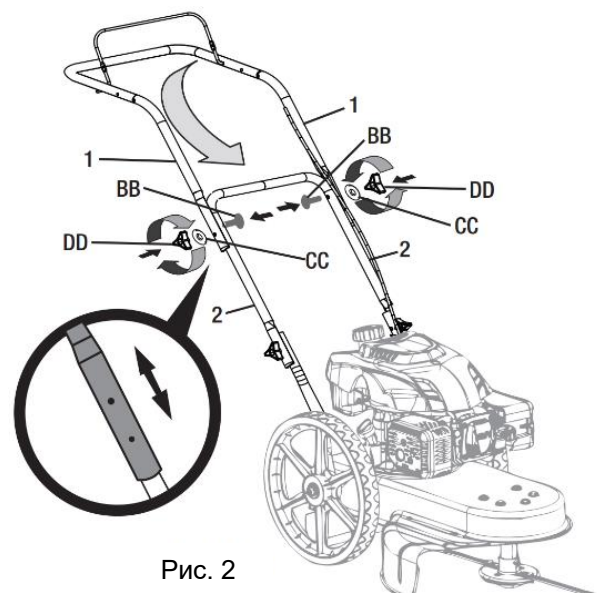

Рис. 2
2. При помощи болтов М8 (AA), шайб (CC) и барашковых гаек (DD) закрепите верхнюю часть рукоятки (1), см. рис.2.